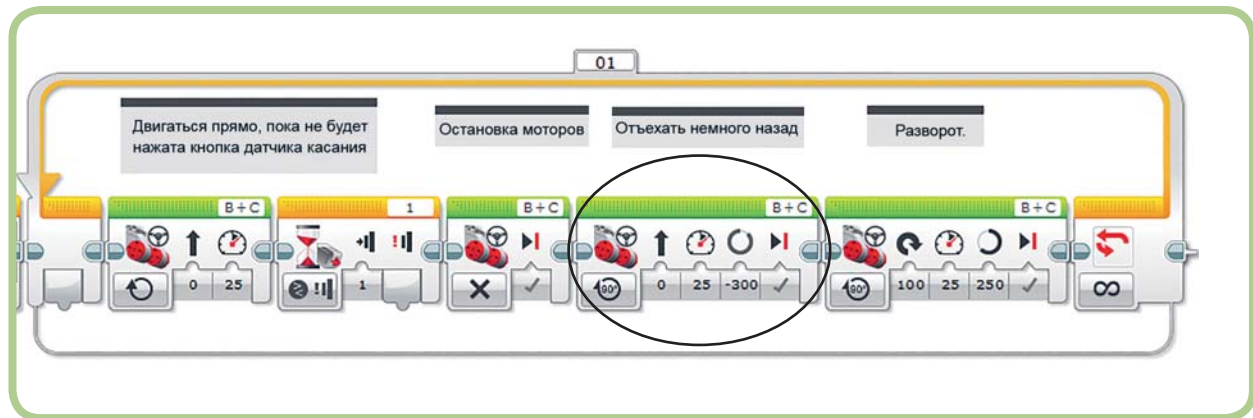

Рис. 5.49. Блок **Рулевое управление** (Move Steering), заставляющий робота откатываться назад
В исходной версии программы *BumperBot* блок **Рулевое управление** (Move Steering) с параметром **Продолжительность** (Duration), установленным на значение  $-300^\circ$ , заставлял робота TriBot откатываться назад при столкновении с препятствием (рис. 5.49). Что если сделать так, чтобы при откате назад робот издавал звуковой сигнал, как это делает школьный автобус или крупный грузовик?
Ты уже знаешь, как использовать блок **Звук** (Sound), чтобы заставить робота издавать звуковой сигнал. В данном случае задача заключается в том, чтобы звуковой сигнал издавался во время движения и чтобы робот отъехал на правильное расстояние. Один из способов решения этой задачи — запустить робота с помощью блока **Рулевое управление** (Move Steering) в режиме **Включить** (On), а затем использовать блок **Цикл** (Loop) для остановки робота после того, как он переместится как минимум на  $-300^\circ$ . Внутри блока **Цикл** (Loop) можно применять блок **Звук** (Sound), для того чтобы заставить робота издавать звуковой сигнал. Скопируй и вставь блоки программы *BumperBot*, создав ее дубликат, а затем щелкни по названию вновь созданной программы *BumperBot2* в списке программ, чтобы открыть и отредактировать ее. Далее мы заменим блок **Рулевое управление** (Move Steering) (обведенный на рис. 5.49) блоками, которые сбросят показание датчика вращения мотора, заставят робота TriBot начать движение, а затем будут издавать звуковой сигнал, пока значение датчика вращения не станет меньше  $-300^\circ$ .
1. Добавь блок **Вращение мотора** (Motor Rotation) слева от блока **Рулевое управление** (Move Steering), обведенного на рис. 5.49.
3. Измени режим блока **Рулевое управление** (Move Steering), обведенного на рис. 5.49, на **Включить** (On) и задай значение  $-15$  для параметра **Мощность** (Power). В результате робот будет медленно откатываться назад до тех пор, пока ты его не остановишь.